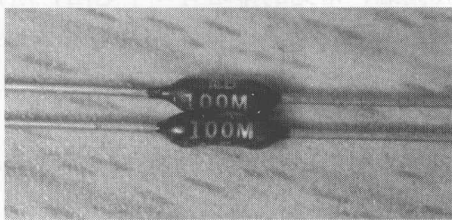

图 1.5 合成膜电阻器
④ 合成膜电阻器是将导电合成物悬浮液涂敷在基体上而得，因此也叫漆膜电阻。由于其导电层呈现颗粒状结构，所以其噪声大，精度低，主要用来制造高压、高阻、小型电阻器。如图 1.5 所示。